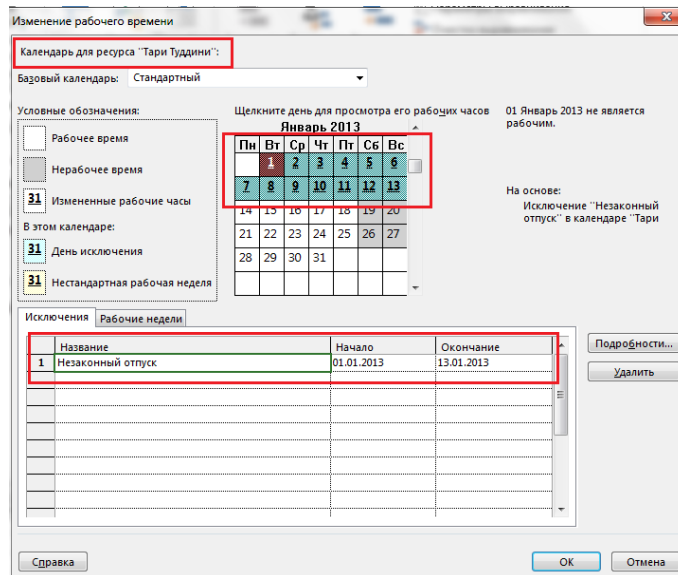

Рисунок 5.24 – Настройка отпуска в календаре ресурса
10. Календарь ресурса (рабочие часы, исключения, отпуск), как показано на Рисунок 5.24.